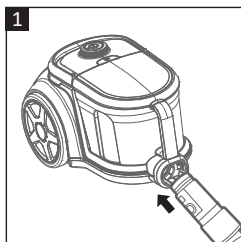

Рис. 1
- Совместите горловину всасывающего шланга (6) с приемником шланга (9) на пылесосе и сильно нажмите, пока он не встанет на место (**Рис. 1**).